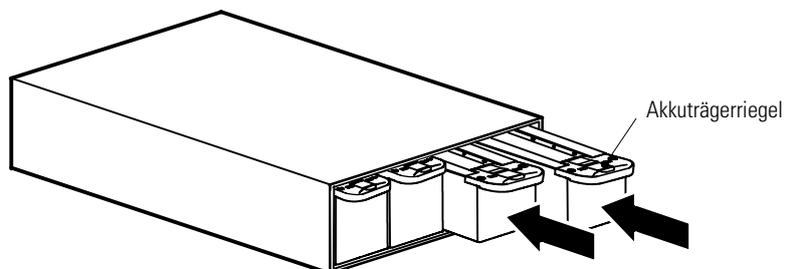

Abbildung 12. Einbau der Akkuträger
3. Die Akkuträger in den Schrank schieben (siehe Abbildung 12). Jeden Träger hineindrücken, bis der Akkuträgerriegel im Griff einrastet und den Träger befestigt.